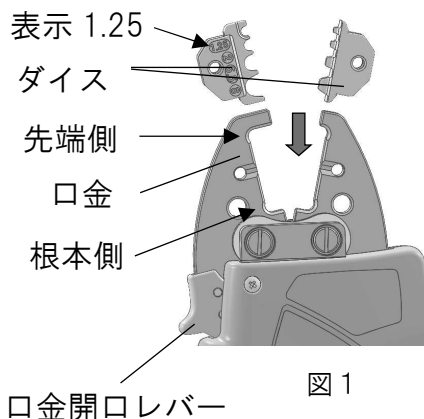

図 1
- 1 nanoMB 口金開口レバーを操作し、口金を開いてからダイスを口金に挿入します。（図1）